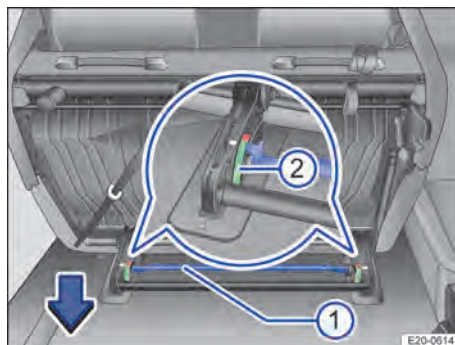

Abb. 77 Zweite Sitzreihe: Zweier-Sitzbank einbauen.
2. Gestänge → Abb. 77 (1) so lange in Pfeilrichtung nach unten drücken, bis sich beide Verriegelungsanzeigen (2) im grünen Bereich befinden.